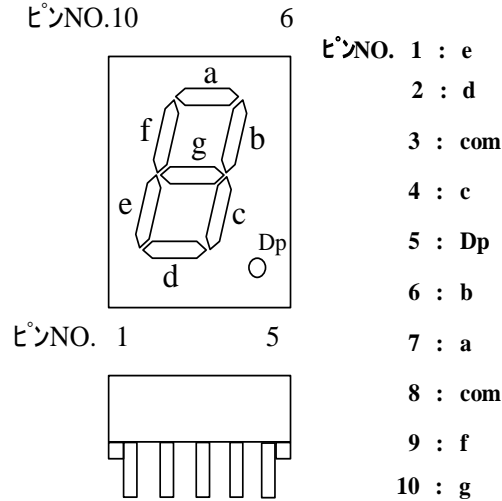

図 3-10
- (n) 発光表示器の構成は、図3-10に示すとおりである。